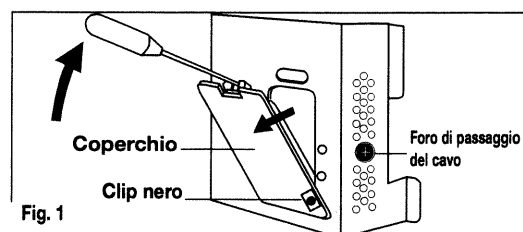

Fig. 1
- Per aprire il coperchio inserire un cacciavite tra la lamiera del pannello ed il coperchio e fare leva (fig. 1).
- Se necessario (\*) togliere i ponticelli di collegamento (fig. 2) rimuovendo il clip nero (fig. 1).